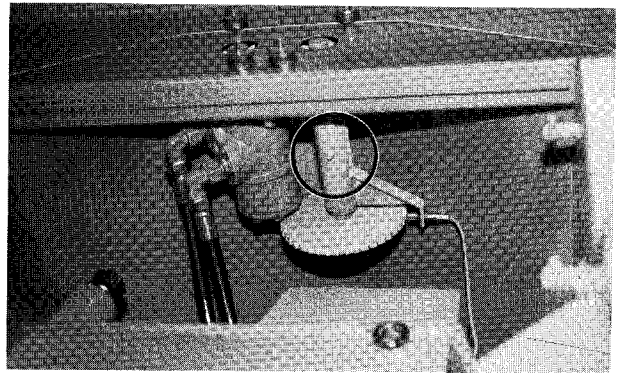

Bild 33
- o Die zum Hydromotor der Nockenraddosierung parallel liegende Antriebswelle ist mindestens einmal jährlich einzufetten. Hierzu den hinteren Deckel abnehmen (Bild 33).